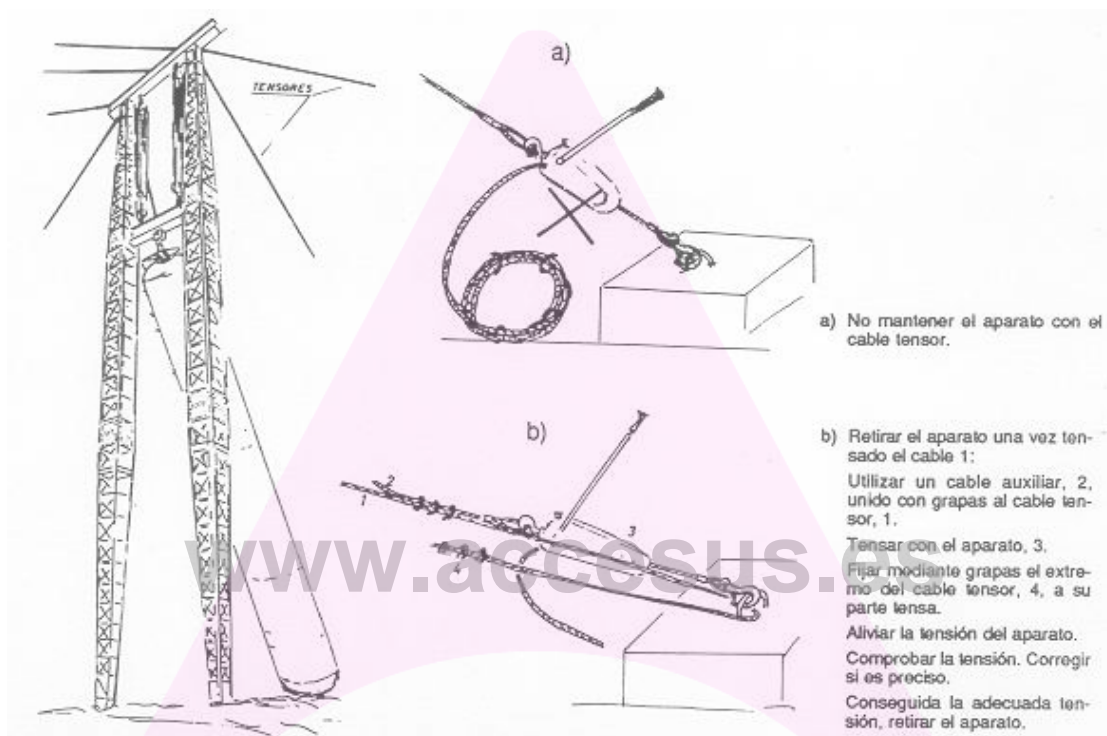

Fig. 6
- Auxiliar en maniobras de equipo pesado (Fig. 6).
No utilizar el aparato como elemento de sujeción fija en cables tensores de fijación para plumas, cabrias, pórticos, etc. previstos para maniobras posadas por las mismas causas que las del párrafo anterior (Fig. 6).